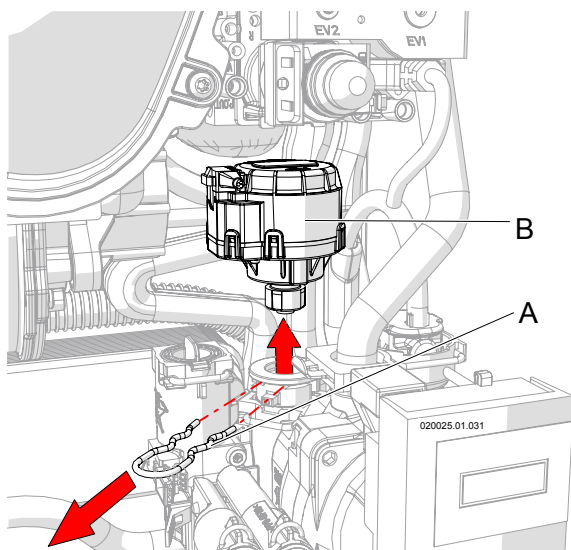

Figura 69
1. - Quando non è diversamente specificato fare riferimento a Figura 69;